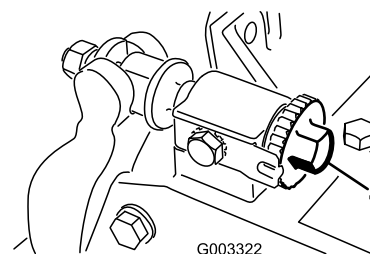
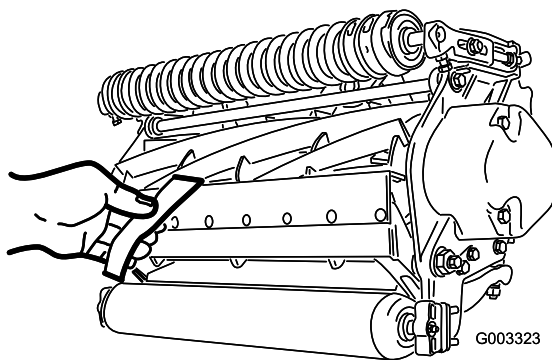

Figura 8
Figura 9
1. Coloque a máquina numa superfície de trabalho plana e nivelada. Não deixe que haja contacto com o cilindro, rodando os parafusos de ajuste da barra de apoio no sentido contrário ao dos ponteiros do relógio (Figura 8).
Importante: Certifique-se de que as porcas nos parafusos da extremidade traseira da barra de apoio não estão apoiadas na superfície de trabalho (Figura 8).
3. Numa das extremidades do cilindro, introduza uma tira de jornal entre o cilindro e a lâmina de corte (Figura 9). Enquanto roda ligeiramente o cilindro para a frente, rode o parafuso de ajuste da barra de apoio (Figura 8) no sentido dos ponteiros do relógio na mesma extremidade do cilindro, uma posição de cada vez, até que o papel esteja ligeiramente apertado, quando inserido pela parte dianteira, paralela à lâmina de corte. Quando puxar o papel, sentirá uma ligeira pressão.
5. Depois de ajustar, verifique se o cilindro aperta o papel quando este for inserido pela frente e se corta o papel quando este for inserido num ângulo recto, relativamente à lâmina de corte (Figura 9). Deve ser possível cortar o papel ao mínimo contacto com a lâmina de corte e as lâminas do cilindro. Se for evidente contacto/pressão excessivos será necessário voltar a polir a unidade de corte para obter pontas afiadas, imprescindíveis para um corte de precisão (consulte o manual de afinação de cilindros e cortadores rotativos Toro, Formulário N.º 80-300PT).